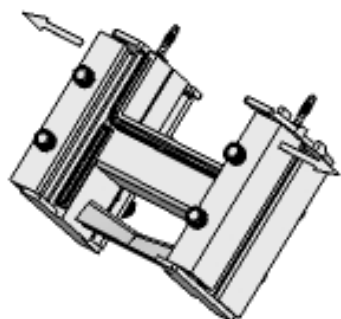

图 1. 拉开左右滑块
b. 将本体水平放置，松开本体上的螺栓，拉开左右滑块（图1）。